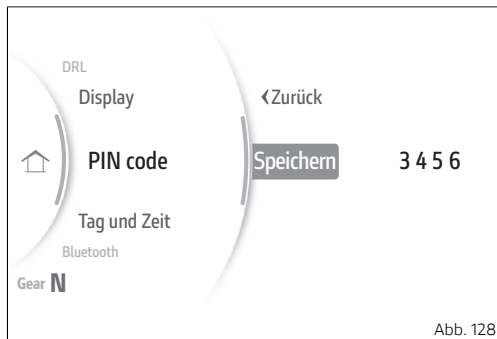

Abb. 128
- Die über und unter der Ziffer stehenden Zahlen weisen darauf hin, dass sie über die Tasten (1) und (2) von 0 bis 9 geändert werden kann.
- Zum Bestätigen und für den Übergang zur nächsten Ziffer auf ENTER (3) drücken.
Wurde die letzte Ziffer bestätigt, wird die Angabe „Speichern?“ eingeblendet (Abb. 128 S.143). Zum Bestätigen auf ENTER (3) drücken, dann wird einige Sekunden lang die Angabe „Gespeichert“ eingeblendet und das Cockpit schaltet wieder auf die vorherige Anzeige zurück.